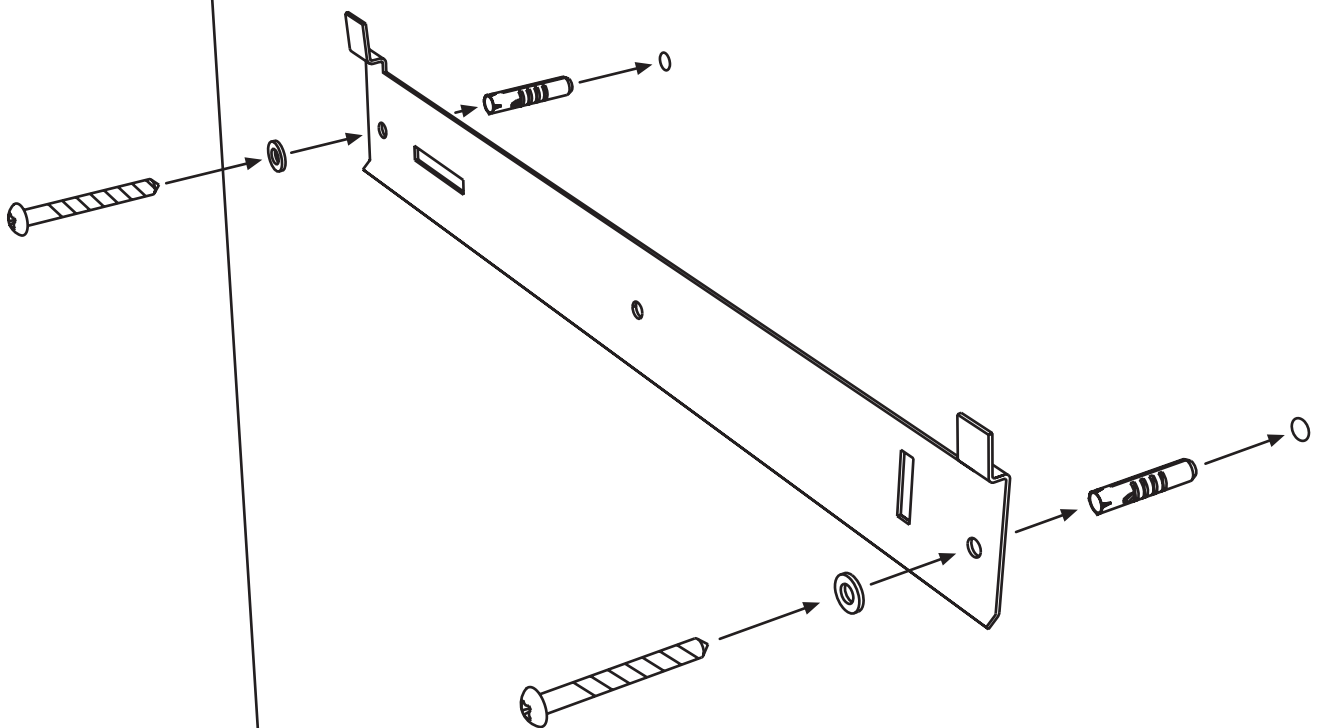

Abb. 5
- Die mitgelieferte Befestigungsschiene E wird mit je 2 Schrauben F, 2 Unterlegscheiben G und 2 Dübeln H an der vorgesehenen Stelle angebracht (siehe Abb. 5). Vergewissern Sie sich vor der Montage des Kamins, dass die mitgelieferten Schrauben und Dübel für eine haltbare Montage an der Wand, an der der Kamin befestigt werden soll, geeignet sind.